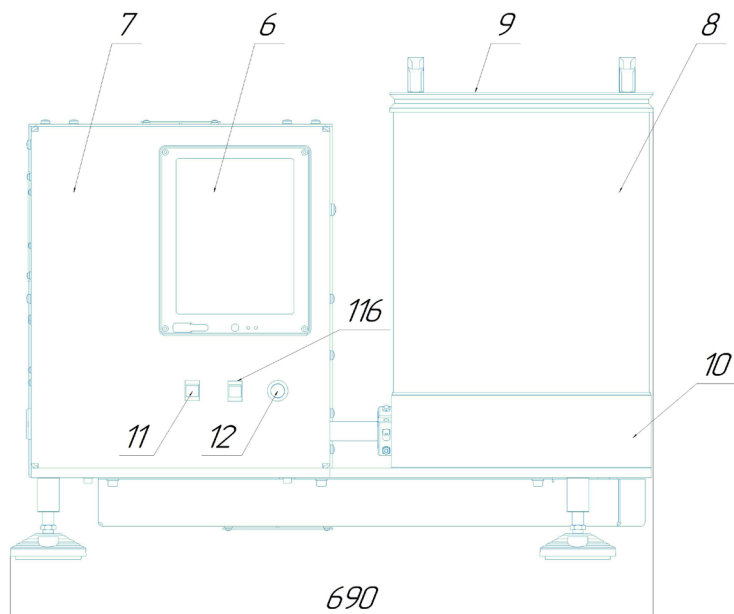
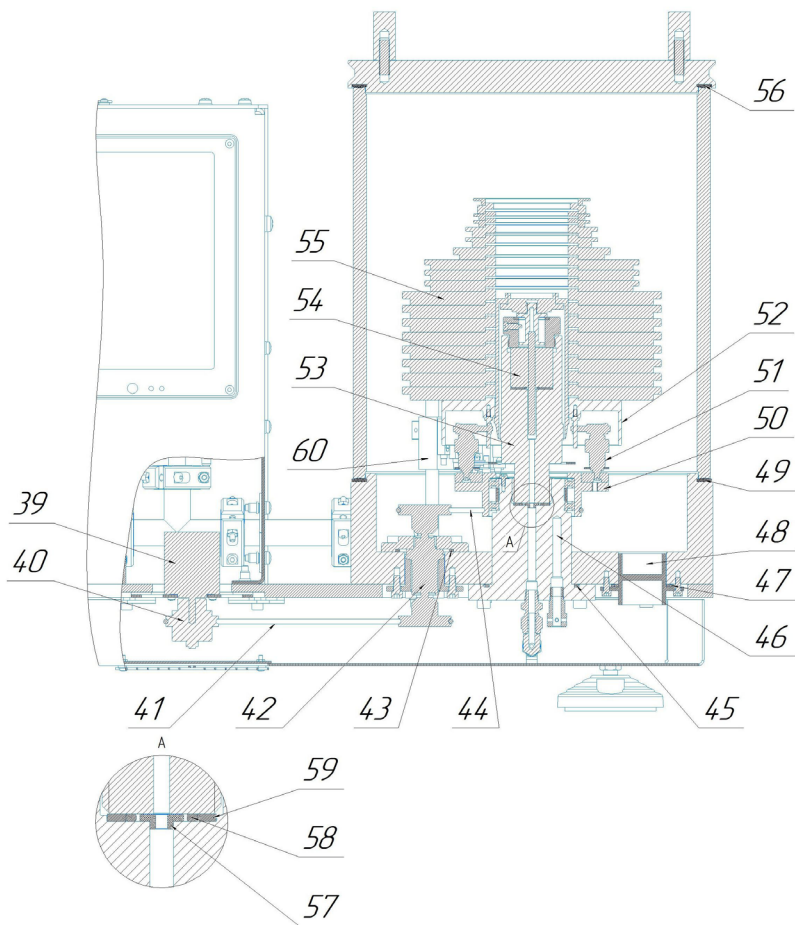
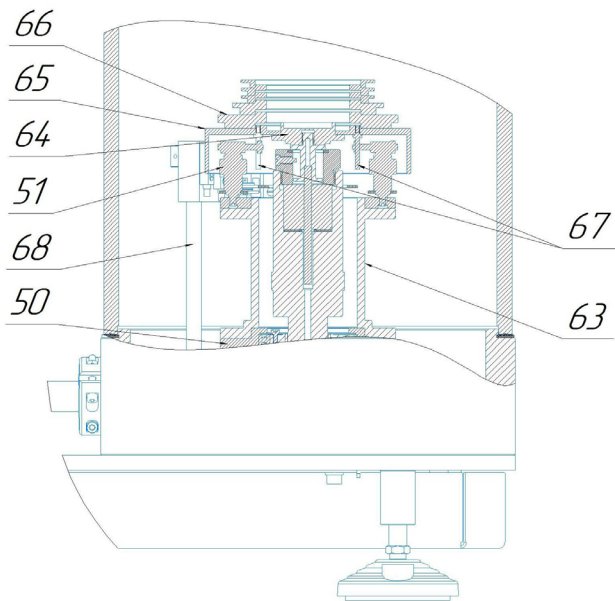

Рисунок 2.1:
Рисунок 4. Основное устройство в разрезе:
Рисунок 6. Работа с тарелкой переходной:
2.1 В МПА для проведения измерений используются стандартные измерительные поршневые системы (далее ИПС) (например Рисунок 4 поз. 54) манометров газовых грузопоршневых (далее МГП) с специальными тарелками колокола (Рисунок 4 поз. 52) и тарелками переходными (Рисунок 6 поз. 65).
61 — Узел толкателей устанавливаемый для ИПС от 1 до 100 бар, используемый с колоколом (для использования ИПС 1-100 с тарелкой переходной, необходимо использовать узел толкателей с переходной втулкой — проставкой см. Рисунок 6); 62 — Узел толкателей устанавливаемый для ИПС 0.2-0.5.
уплотнений (см. Рисунок 4 поз. 57, 58, 59) 110-Нижняя, базовая поверхность
4.9 На рисунке 4 показано основное устройство в разрезе. Вращение ИПС обеспечивается электродвигателем 39 с плавным разгоном и торможением. Запуск привода производится автоматически при всплытии ИПС с нижнего упора. Остановка привода происходит также автоматически, при подходе ИПС к верхнему или нижнему упору. Также вращение можно включить принудительно с помощью клавиши 116 рисунок 2.1. При переключении данной клавиши автоматический алгоритм включения и выключения вращения привода ИПС блокируется и привод переходит в режим постоянного вращения. При обратном переключении, включается автоматический режим привода ИПС. Ручной режим вращения ИПС необходим для работы с минимальным нагружением ИПС, при использовании тарелок переходных (и без них, в случае ИПС МПП 0.2-0.5) без поверхностей для контроля всплытия ИПС Для исключения аварийной/резкой остановки ИПС в кинематическую цепь включена предохранительная муфта проскальзывания 40 рисунок 4. Вращение